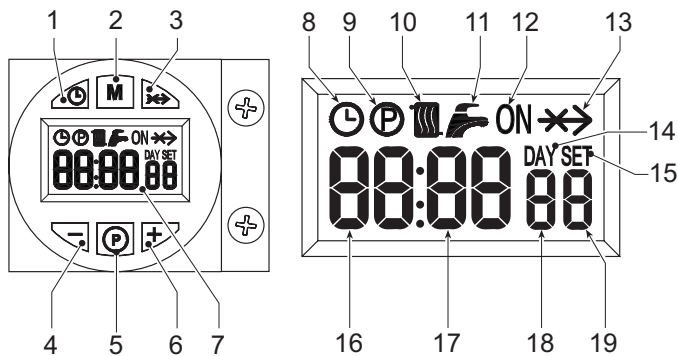

fig. 1 - Pannello comandi
La richiesta d'accensione (generata alla chiusura del contatto sui morsetti 7-8 (vedi fig. 14), in condizioni di default setting) è indicata dall'attivazione del simbolo radiatore (part. 10 - fig. 1).
1. Premere il pulsante impostazione giorno/ora (part. 1 - fig. 1).
2. Sul display (part. 7 - fig. 1), le icone OROLOGIO e DAY lampeggiano: impostare il giorno corrente della settimana attraverso i tasti + e - (part. 4 e 6 - fig. 1), considerando che 1=lunedì, 7=domenica. Confermare il giorno attraverso la pressione del pulsante impostazione giorno/ora (part. 1 - fig. 1).
3. Sul display (part. 7 - fig. 1), le due cifre dell'ORA ATTUALE e l'icona OROLOGIO lampeggiano: impostare l'ora esatta attraverso i tasti + e - (part. 4 e 6 - fig. 1), da 00 a 23. Confermare l'ora attraverso la pressione del pulsante impostazione giorno/ora (part. 1 - fig. 1).
4. Sul display (part. 7 - fig. 1), le due cifre dei MINUTI ATTUALI e l'icona OROLOGIO lampeggiano: impostare i minuti esatti attraverso i tasti + e - (part. 4 e 6 - fig. 1), da 00 a 59. Confermare i minuti attraverso la pressione del pulsante impostazione giorno/ora (part. 1 - fig. 1). Funzionamento Riscaldamento Automatico, Manuale On, Manuale Off
Premendo il pulsante selezione modalità funzionamento (part. 2 - fig. 1) è possibile impostare il:
1. In Funzionamento Automatico, sul display (part. 7 - fig. 1), è visualizzata l'icona OROLOGIO. La richiesta d'attivazione e di disattivazione del bruciatore dipende dal programma settimanale impostato. Nella fascia oraria di richiesta, sul display (part. 7 - fig. 1), è visualizzata anche l'icona ON.
2. In Funzionamento Manuale On, sul display (part. 7 - fig. 1), è visualizzata solo l'icona ON. Il bruciatore risulta sempre in richiesta.
3. In Funzionamento Manuale Off, sul display (part. 7 - fig. 1), non è visualizzata né l'icona ON, né l'icona OROLOGIO. Il bruciatore risulta spento.
Il programma settimanale è pre-impostato con 3 fasce orarie di ON e 3 fasce orarie di OFF: uguali per ogni giorno della settimana. Nella fascia oraria di richiesta, sul display (part. 7 - fig. 1), è visualizzata l'icona ON.
1. Premere il pulsante Programmazione "P" (part. 5 - fig. 1)
2. Selezionare il giorno da programmare attraverso i tasti + e - (part. 4 e 6 - fig. 1):
3. Premere il pulsante Programmazione "P" (part. 5 - fig. 1):
- Utilizzare i tasti + e - (part. 4 e 6 fig. 1) per modificare l'inizio della 1st fascia oraria di ON; esempio 06:00Premere il pulsante Programmazione "P" (part. 5 - fig. 1)
- Utilizzare i tasti + e - (part. 4 e 6 fig. 1) per modificare l'inizio della 1st fascia oraria di OFF; esempio 09:00Premere il pulsante Programmazione "P" (part. 5 - fig. 1)
- Utilizzare i tasti + e - (part. 4 e 6 fig. 1) per modificare l'inizio della 2st fascia oraria di ON; esempio 12:30Premere il pulsante Programmazione "P" (part. 5 - fig. 1)
- Utilizzare i tasti + e - (part. 4 e 6 fig. 1) per modificare l'inizio della 2st fascia oraria di OFF; esempio 14:00Premere il pulsante Programmazione "P" (part. 5 - fig. 1)
- Utilizzare i tasti + e - (part. 4 e 6 fig. 1) per modificare l'inizio della 3st fascia oraria di ON; esempio 16:00Premere il pulsante Programmazione "P" (part. 5 - fig. 1)
- Utilizzare i tasti + e - (part. 4 e 6 fig. 1) per modificare l'inizio della 3st fascia oraria di OFF; esempio 23:30Premere il pulsante Programmazione "P" (part. 5 - fig. 1)
11. Premere il pulsante Programmazione "P" (part. 5 - fig. 1) per 3 secondi, si esce dalla modalità programmazione.
L'accesso al menù parametri avviene premendo il pulsante programmazione "M" (part. 2 - fig. 1) per 5 secondi. Viene visualizzato il parametro "u01": identificato dalla scritta SET 01. Premendo il pulsante "P" (part. 5 - fig. 1) sarà possibile scorrere la lista dei parametri.
Per modificare il valore di un parametro basterà premere i tasti + e - (part. 4 e 6 - fig. 1): la modifica verrà salvata automaticamente. Una volta modificato il parametro, è necessario attendere 3 secondi: il dato lampeggia e viene salvato.
Per uscire dal menù, premere il pulsante "selezione modalità funzionamento - M" (Part.2 - fig. 1) per 5 secondi.
L'accesso al menù parametri avviene premendo il pulsante programmazione "P" (part. 5 - fig. 1) per 10 secondi. Viene visualizzato il parametro "t01": identificato dalla scritta SET 01. Premendo il pulsante "P" (part. 5 - fig. 1) sarà possibile scorrere la lista dei parametri.